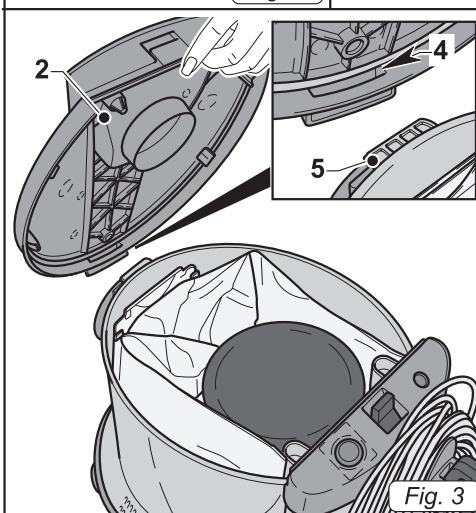
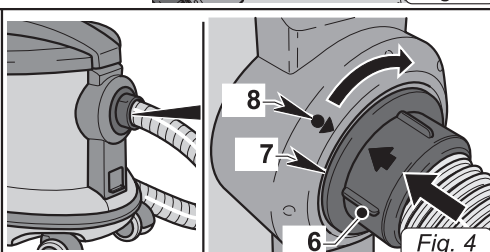

Fig. 3
Fig. 4
- Den Deckel wieder aufsetzen (2 Abb. 3), zu diesem Zweck die Nut (4 Abb. 3), die sich am Deckel befindet, in die Lasche (5 Abb. 4) am Behälter einfügen. Dann den Deckel nach unten drücken, bis er mit einem Klick einrastet.
- Die Manschette mit Bajonettverschluss (6 Abb. 4) in das Loch (7 Abb. 4) am Behälter einfügen, dabei müssen der Pfeil an der Manschette (6 Abb. 4) und der Pfeil (8 Abb. 4) am Anschlussring miteinander übereinstimmen. Dann die Manschette im Uhrzeigersinn festdrehen.